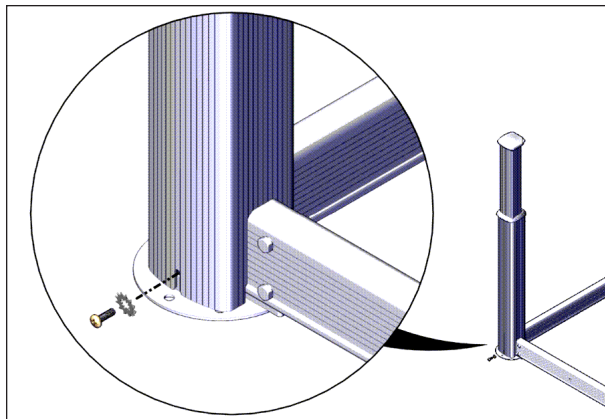

FIGURE 83: VIS DE VERROUILLAGE DU MANCHON
1. Dévisser partiellement la vis à tête cruciforme M6 x 20 mm située à la base du manchon externe de la colonne, voir Figure 83.